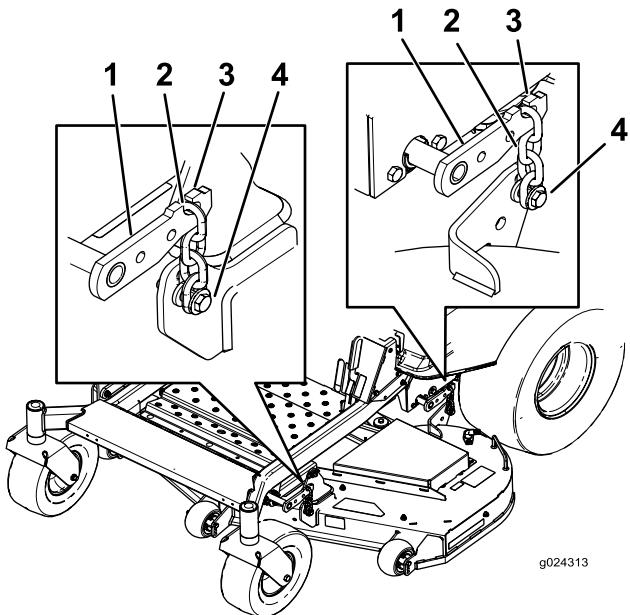

Figure 66
- Détachez les chaînes des crochets sur les bras de relevage du tablier (Figure 66).
- Soulevez l'arrière du tablier de coupe et accrochez les chaînes aux bras de relevage arrière (Figure 66).
- Accrochez les chaînes avant aux bras de relevage avant (Figure 66).